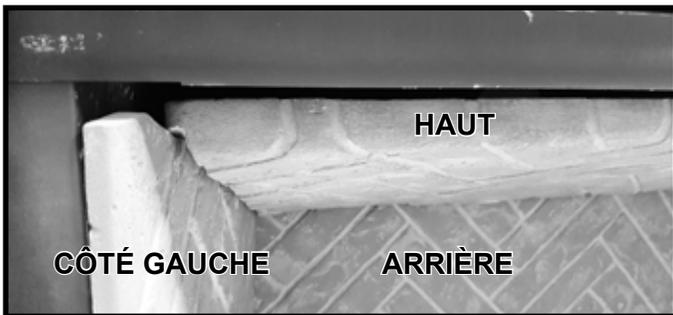
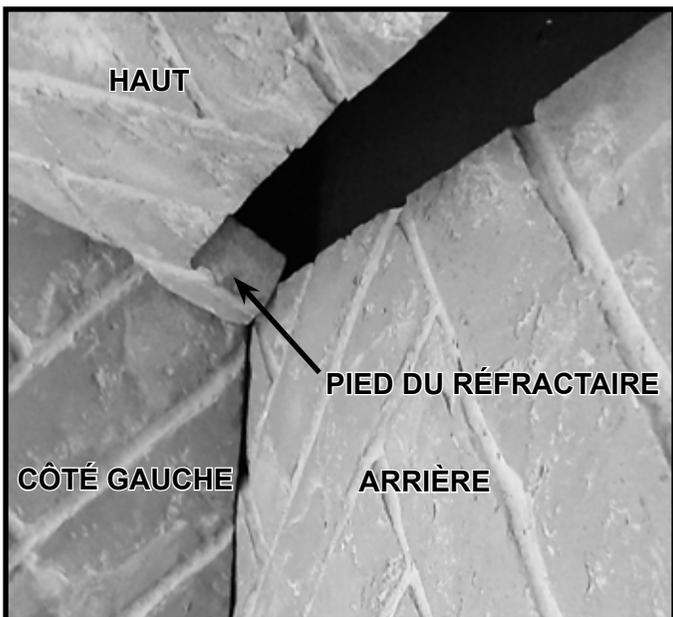

Figure 11.5 Installation du panneau réfractaire supérieur - côté gauche illustré
Figure 11.6 Panneau réfractaire supérieur installé
6. Installez le panneau réfractaire supérieur en le plaçant sur les pièces réfractaires des côtés gauche et droit, comme illustré à la figure 11.5, et en le faisant glisser vers l'arrière de la boîte à feu. **Remarque :** Le « pied » du réfractaire supérieur entre en contact avec le panneau réfractaire arrière, comme illustré à la figure 11.6.